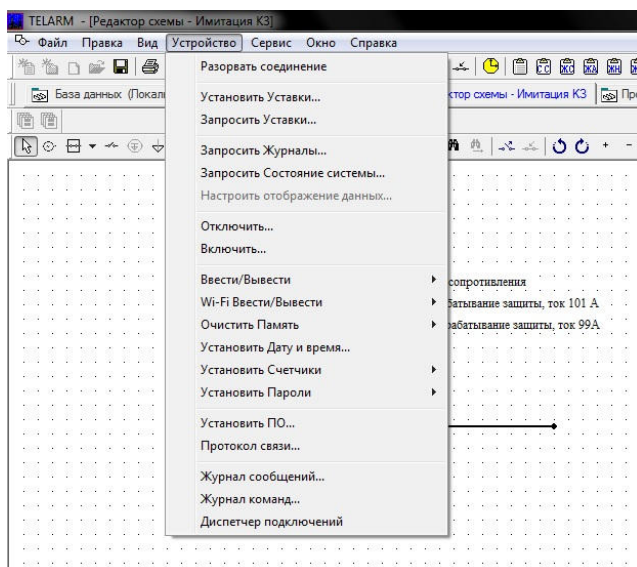

Рис.4.7. Запрос «Состояния системы», «Протокола связи»
7. Выполнить команду «Устройство/Запросить Состояние системы» (см. **Рис.4.7**).